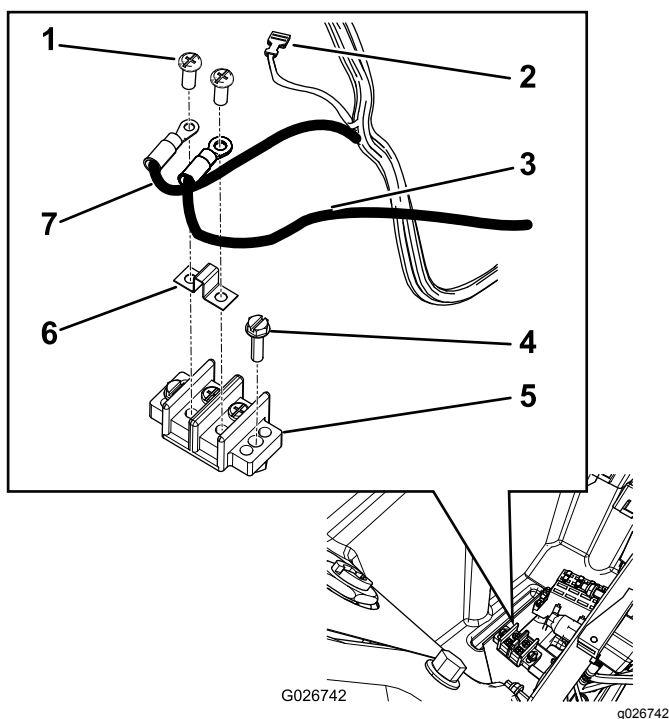

Bild 22
B. Befestigen Sie den Erdungsblock an der in Bild 22 abgebildeten Stelle.
C. Entfernen Sie die Anschlussklemmschrauben und bringen Sie den Überbrückungsstreifen am Erdungsblock an, wie in Bild 22 abgebildet.
- D. Schließen Sie das schwarze Kabel im Hauptkabelbaum des Mähwerks an eine Seite des Überbrückungsstreifens am Erdungsblock an (Bild 22).
- E. Schließen Sie das schwarze Kabel im Mähwerk-Kabelbaum an der anderen Seite des Überbrückungsstreifens an (Bild 22).